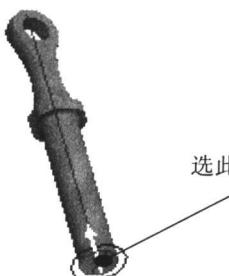
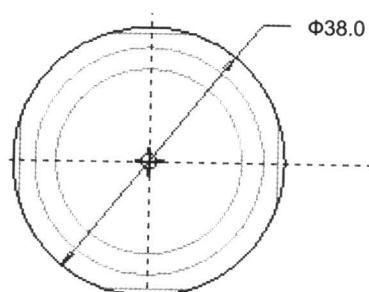

图 1.1.18
图 1.1.19
(1) 选择 **Insert** → **Extrude...** (拉伸) 命令。
(2) 在出现的操控板中选取拉伸类型：单击实体类型图标 。
(3) 定义草绘截面放置属性。
① 单击操控板中的草绘图标 。
② 设置草绘平面：选择如图 1.1.18 所示的模型底面作为草绘平面。
③ 设置草绘视图方向：采用模型中默认的黄色箭头的方向为草绘视图方向。
④ 指定草绘平面的参照：采用系统给出的默认曲面为草绘平面的参照。
⑤ 指定草绘平面参照的方位：采用系统给出的默认方位。
⑥ 完成草绘截面放置属性：单击草绘截面放置属性定义窗口中的 **Sketch** 按钮。
(4) 创建特征截面：绘制如图 1.1.19 所示的特征截面，完成后单击图标 .
(5) 选取深度类型及其深度：在操控板中，选取深度类型 ，再在深度文本框中输入深度 10。